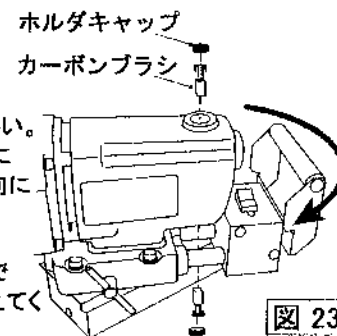

図 23
- ①電源プラグをコンセントから抜いてあることを確認してください。
- ②固定ハンドルを締めロックを解除し、本体上部を最後位置に移動します。その位置でモータを少し上げる感じで矢印方向に旋回すると交換ポジションになります。(図23)
- ③グリップを六角レンチで外します。
- ④モータ部後側2カ所のホルダキャップをマイナスドライバーで反時計方向に廻して外し、新しいカーボンブラシに取り換えてください。
- ⑤ホルダキャップをマイナスドライバーで時計方向に廻して確実に締めこみます。
- ⑥グリップを取付け、本体上部を通常位置に戻し、固定ハンドルを締め確実にロックして交換作業終了です。